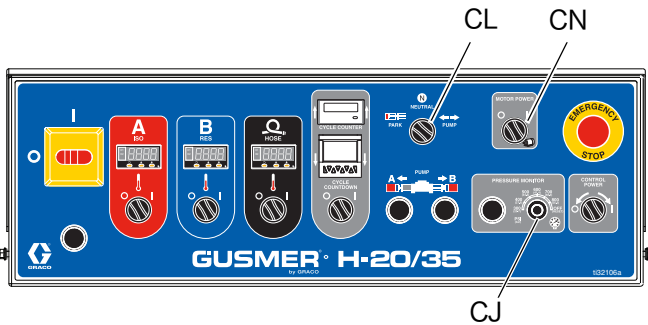

图 39
- 9. 将压力监测旋钮 (CJ) 关闭。参见图 39 所示。
10. 打开马达电源开关，启动液压马达。然后将泵控制开关 (CL) 转到 “泵送”。